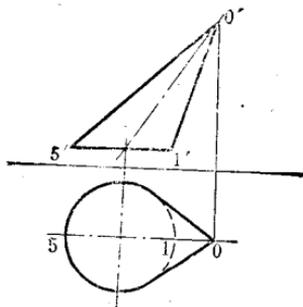

图 12
2. 用旋转法求作斜圆锥 5 条素线的实长 (见图 12)。